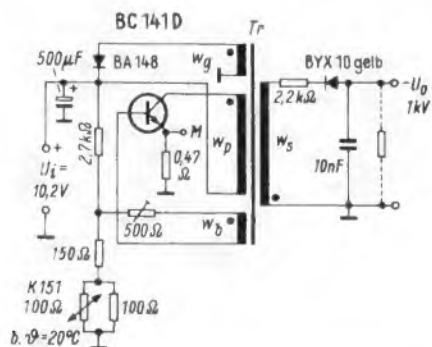

Bild 11. Schaltbild des erprobten Hochspannungs-Sperrwandlers, geeignet für Oszillografenröhren ohne Nachbeschleunigung: D 7-16, D 7-19, D 8-11, D 9-10, D 10-19
Die in Bild 11 vorgestellte Schaltung eignet sich für Oszillografen, deren Oszillografenröhre ohne Beschleunigungsspannung betrieben und deren Rücklaufverdunkelung über kapazitive Kopplung gesteuert wird. In
**Hochspannungs-Sperrwandler (Bild 11)**
Links: Bild 13. Am Emitter (a) und Kollektor (b) gemessene Oszillogramme der Schaltung in Bild 11